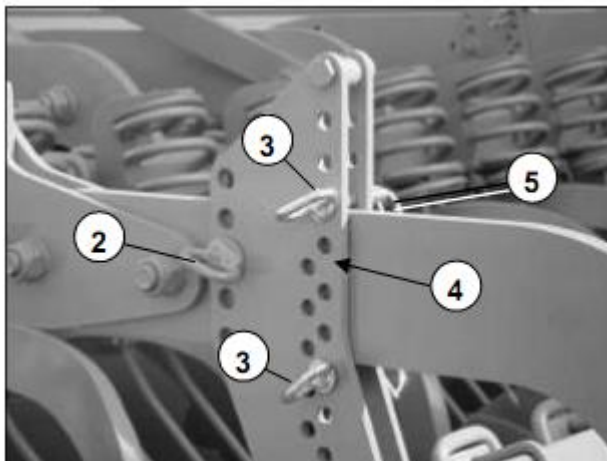

Рис. 6.12
**Регулировка высоты и расстояния к сферическим дискам** (рис. 6.12)
**Регулировка угла наклона** (рис. 6.12)